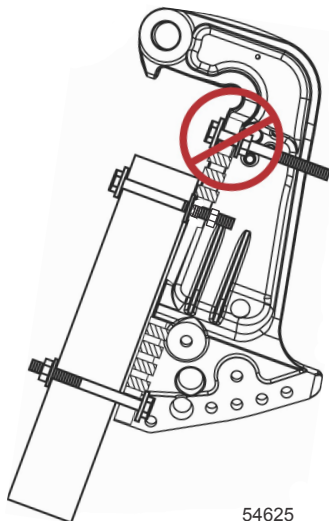

Рис. 2
1. Не устанавливайте вспомогательное оборудование на зажимном транцевом кронштейне без опоры. См. рис. 2.